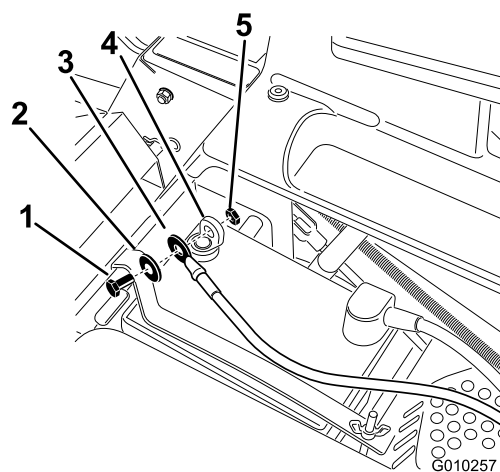

Figure 4
2. Retirez le capuchon en plastique noir de la borne négative de la batterie. Retirez les fixations du câble négatif et utilisez-les pour fixer le câble négatif à la borne négative de la batterie (Figure 4).